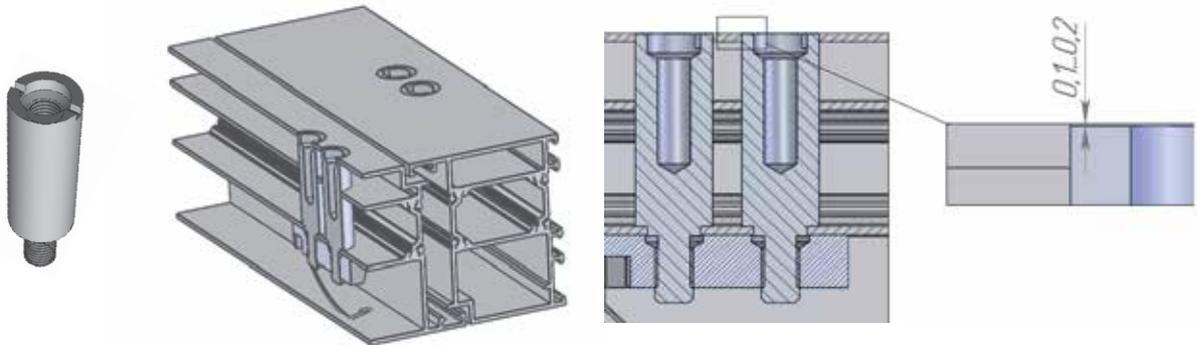

Рис. 7
4. При установке петель на профиль с терморазрывом, вернуть удлинители*** (Рис. 7) в закладные.